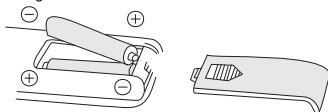

Fig 2
2. Inserte las pilas, y asegúrese de que están colocadas como se muestra en la Fig 2.
3. Retire el fusible con cuidado. Inserte la punta de su herramienta en la ranura del fusible (cierre con el terminal), luego haga palanca en el fusible gradual y lentamente, pero no haga un esfuerzo excesivo. Si siente resistencia, puede intentarlo varias veces y hacer palanca en el fusible poco a poco. Cuando se haya liberado un lado del fusible, podrá extraerlo por completo.(Fig. 2)